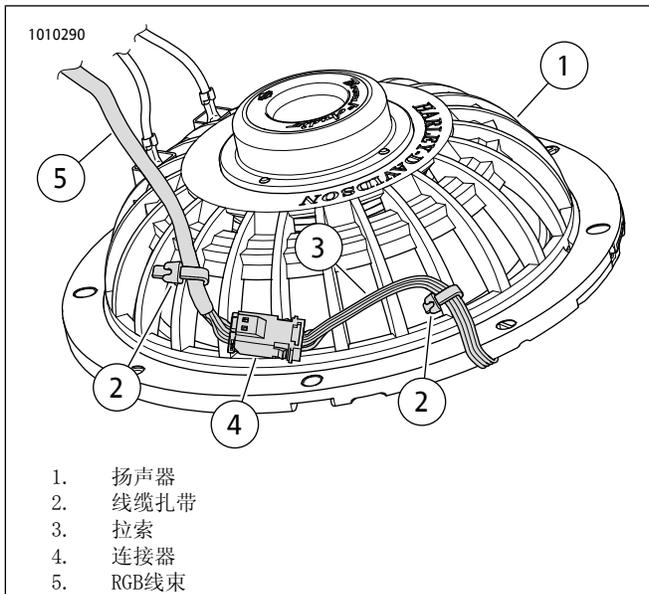

图17。扬声器背面：线缆和线缆扎带
- a. 参见图17。将灯模组的连接器(4)插入RGB线束。